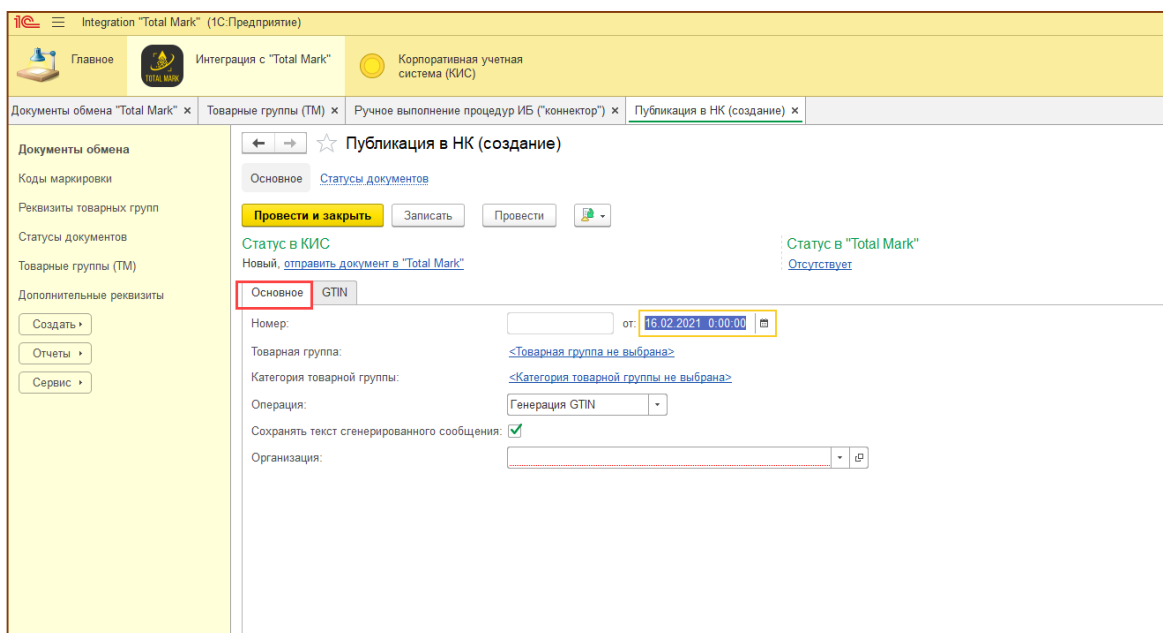

Рис. 5-3 - Публикация в НК
- 2. В документе требуется заполнить реквизиты на вкладке «Основное»: (Товарную группу, Категорию товарной группы, Операцию и Организацию) (Рис. 5-3);